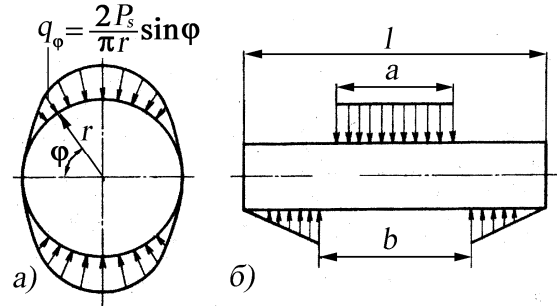

Рис. 4. Расчетные схемы нагружения поршневого пальца от суммарных сил P_s : а – при расчете на овализацию б – при расчете на изгиб и срез
На рис. 4 приведены значения функций η и коэффициента k в зависимости от α , а на рис. 5 – эпюры напряжений σ_a и σ_i возникающих вследствие овализации. Из рис. 5 видно, что для всех значений α величина η_2 является максимальной. Однако она определяет напряжения сжатия, которые менее опасны, чем напряжения растяжения. Необходимо отметить, что нецементированная внутренняя поверхность пальца испытывает напряжения растяжения, вызванные термохимической обработкой его наружной поверхности. В точке 2 они частично уравновешиваются напряжением от газовой нагрузки, а в точке 4 напряжения суммируются. Поэтому напряжения от овализации оцениваются главным образом по уравнению (34).